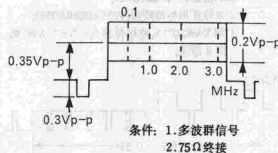
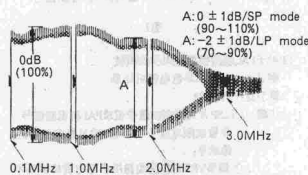

图9
图10
步骤: ①将视频频率发生器的输出信号调整到如图 9 所示, 并接录像机的视频输入端;
②将示波器连接视频输出端(TP3002);
③置系统开关于“AUTO”位置, 并将EDIT开关置于“OFF”位置;
④推入空白磁带, 以SP方式录制上述信号;
⑤在EDIT开关置于“OFF”位置时, 重放刚录制的磁带;
⑥调节 VR3012(SP), 使频响为 $A_0 \pm 1\text{dB}$, 如图 10 所示;
⑦以LP方式录制视频频率信号发生器输出信号(如图 9 所示);
⑧在EDIT开关置于“OFF”位置时, 重放刚录制的磁带;
⑨调节 VR3013(LP), 使频响为 $A_0 \pm 2\text{dB}$ 如图 10 所示。